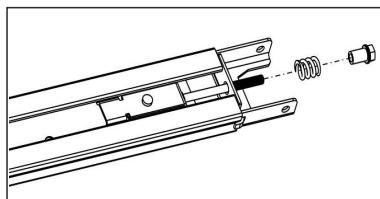

Fig 9
3. Como Fig. 9, Coloque primero el muelle y posteriormente la tuerca.